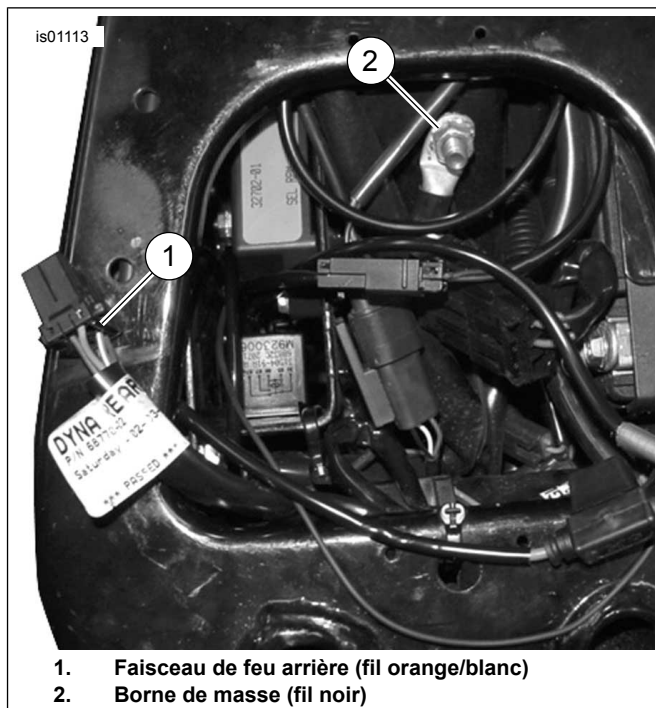

Figure 1. Connexions d'alimentation et de masse (modèles Dyna)
3. Voir Figure 1. Couper le fil noir sur le faisceau de fils Zumo en fonction de la distance du raccordement de masse. Sertir la borne circulaire sur l'extrémité du fil selon les instructions du sertisseur Packard dans l'annexe du manuel d'entretien.
2. Voir Figure 1. Couper avec précaution une partie de la gaine du faisceau principal à l'intérieur du couvercle latéral à un point accessible. Couper un conducteur d'alimentation orange/blanc du faisceau principal.